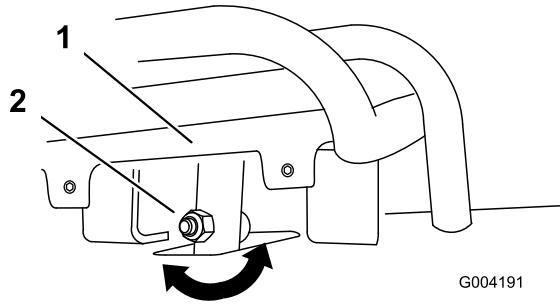
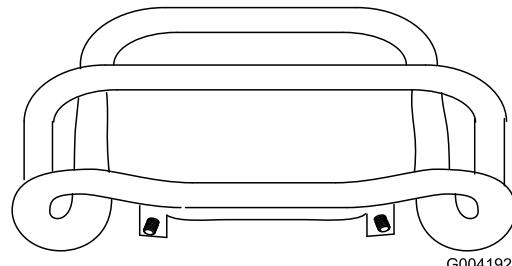

Bild 51
Bild 52
4. Wenn die Vorderseite des Fahrantriebs nicht bündig und gleichmäßig am Anschlagbügel bleibt, lösen Sie die Bundmutter und die Schraube im Schaft des Fahrantriebs (Bild 51).
5. Stellen Sie den Fahrantrieb so ein, dass er bündig am Anschlagbügel bleibt, wenn er gerade nach hinten gezogen wird (Bild 51 und Bild 52).
- C. Lösen Sie die Bundmutter und die Schraube im Fahrantriebsschaft (Bild 51).
I. Stellen Sie den Fahrantrieb so ein, dass er bündig am Anschlagbügel bleibt, wenn er gerade nach hinten gezogen wird (Bild 51 und Bild 52).